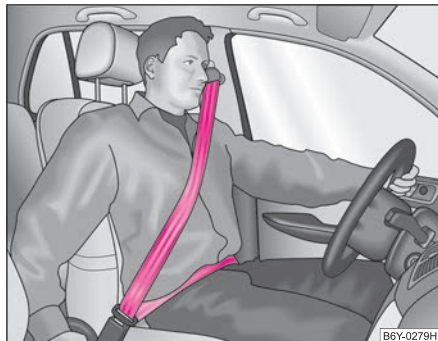

Fig. 160 Colocación de la banda del cinturón en la zona de los hombros y la pelvis
- La banda superior del cinturón no debe pasar nunca por el cuello, sino por la parte central del hombro y quedar bien ceñida al tronco. La cinta inferior del cinturón deberá discurrir sobre la pelvis, no sobre el abdomen, y ha de quedar bien ceñida ⇒ **fig. 160**. En caso necesario, ajustar la cinta del cinturón.